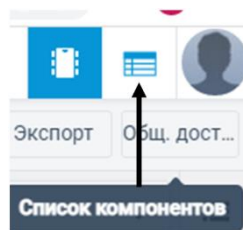

Рисунок 2.
9. Сохраните изображение схемы (в рабочем состоянии) и результатов моделирования в рабочую папку Олимпиады: скриншот схемы цепи с измерительными приборами в файле *shema.doc* и скриншот со списком компонентов в файле *komponent.doc* или файл *komponent.xls* (используя опцию «Список компонентов» (рис. 2)).